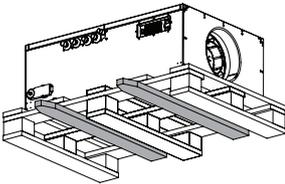

Abb. 5:
- Beim Transport mit einem Gabelstapler ist darauf zu achten, dass das Gerät mit dem Grundprofil bzw. Grundrahmen auf den Gabeln des Staplers bzw. auf einer Palette vollständig aufliegt und der Geräteschwerpunkt zwischen den Gabeln liegt. (s. Abb. 5)